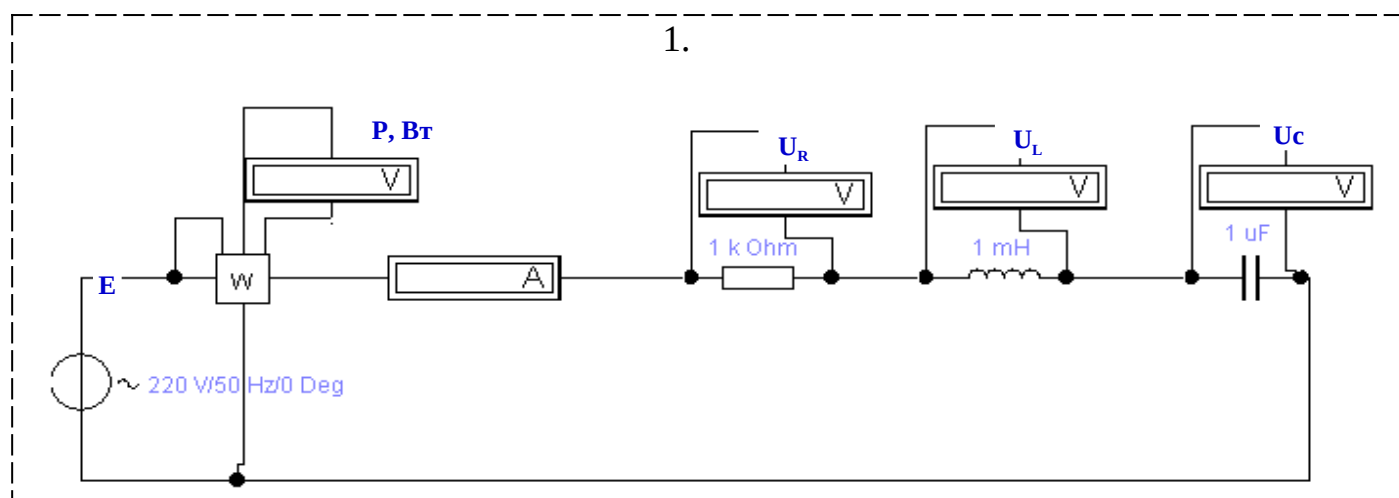
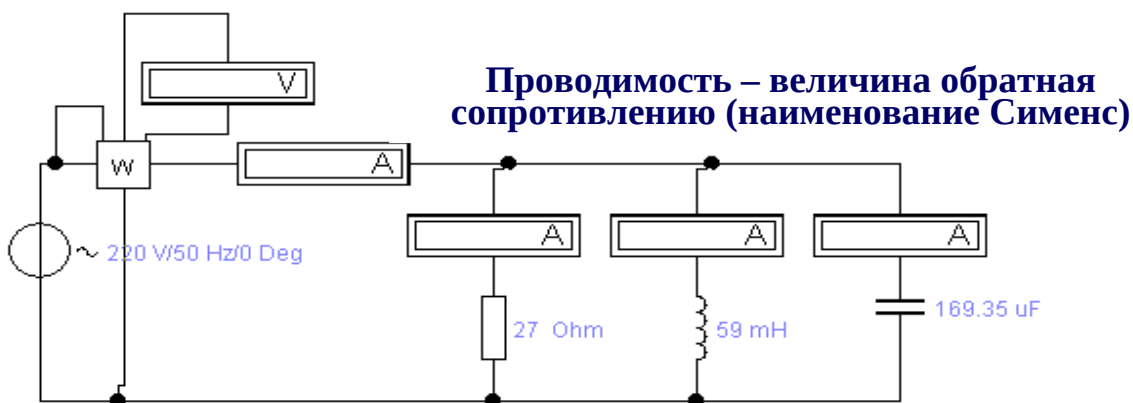

Рис.1.
Рис.2.
1. Собрать схемы с последовательным (рис.1) и параллельным (рис.2) соединением резистора, катушки и конденсатора. **При последовательном** соединении сопротивлений  $R$ ,  $X_L$ ,  $X_C$  равенство  $X_L = X_C$  в цепи возникает **резонанс напряжений** при котором  $U_L = U_C$ .
1.4 Собрать цепь в соответствии со схемой (рис.2).